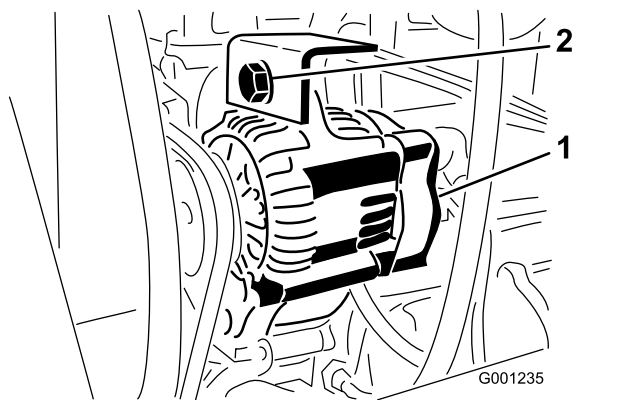

Bild 75
2. Lösen Sie die Befestigungsschraube der Lichtmaschine (Bild 75)
3. Erhöhen oder verringern Sie die Spannung des Lichtmaschinenriemens und ziehen Sie die Schraube wieder (Bild 75) fest.